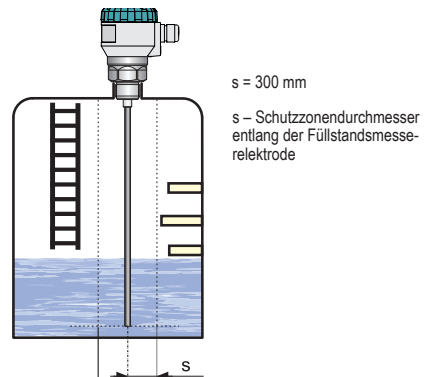

Abb. 12: Installation des Produkts außerhalb der Hindernisse im Tank
- Die durch das Produkt gesendete elektromagnetisch geführte Welle erzeugt ein elektromagnetisches Feld entlang der Elektrode. Gegenstände in der Elektrodennähe stören dieses Feld und beeinflussen dadurch die Messung. Daher wurde eine Schutzzone entlang der Elektrode mit einem Durchmesser von 300 mm festgelegt. Installieren Sie das Produkt in ausreichendem Abstand zu Hindernissen (Trennwände, Aufstiegshilfen, Rührwerk...) im Tank, siehe Abb. 12.